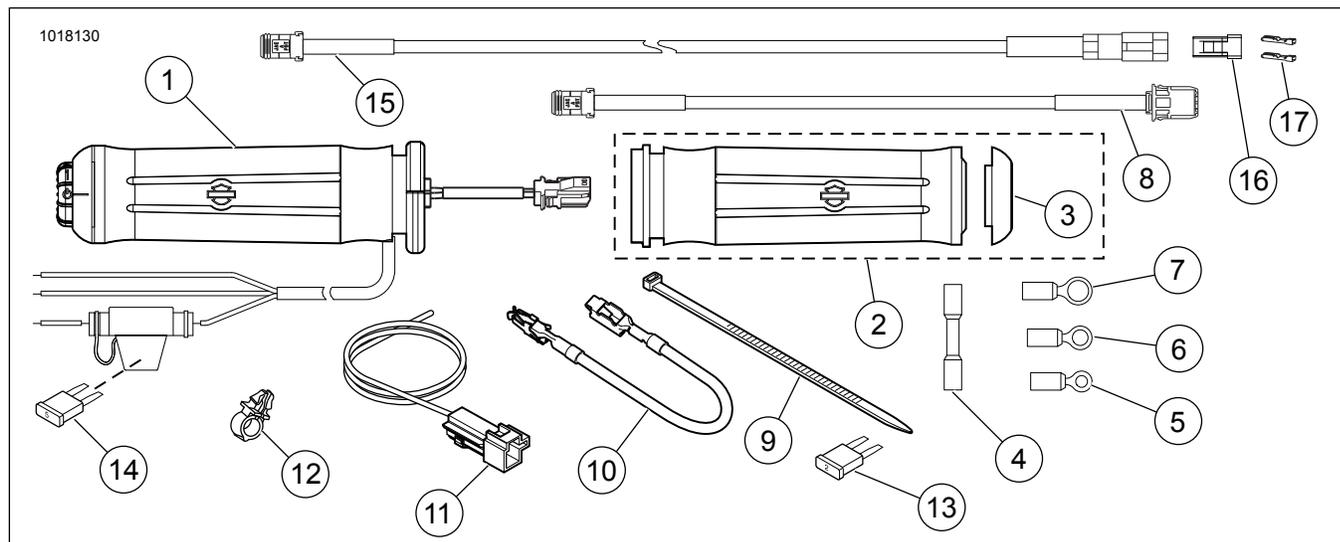

Figura 8. Peças de reposição, Kits de punho aquecido
2. Ver Figura 8 . Utilize abraçadeiras (9) do kit para fixar a cablagem do punho às cablagens ao longo do quadro do veículo.